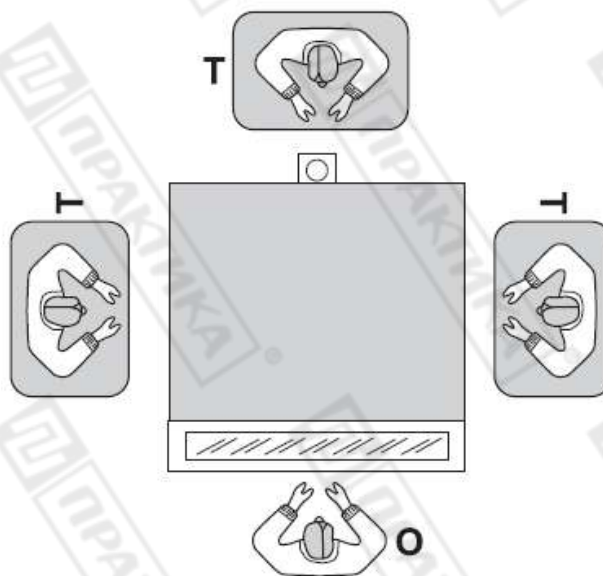

Рисунок 16.
**РАБОЧИЕ ЗОНЫ ЭКСПЛУАТАЦИИ (Рис. 16).**
При работе печи оператор располагается перед устройством таким образом, чтобы иметь удобный доступ для загрузки и выгрузки пиццы через дверцу (1) (см. позицию "О" на рис. 16). Для проведения технических работ специалист может находиться сзади или сбоку печи ("Т"-позиция).
**ОПАСНЫЕ ЗОНЫ (Рис. 16).**